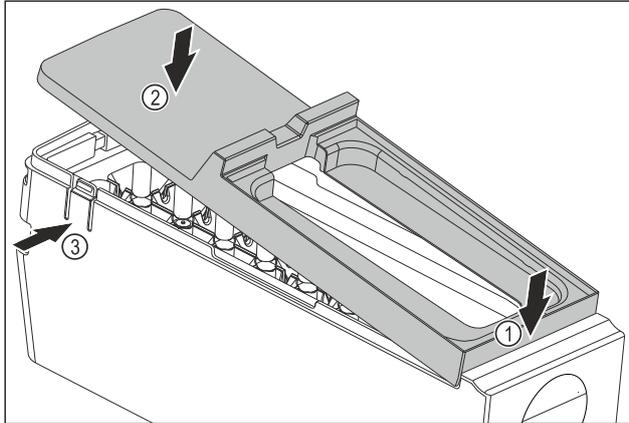

Fig. 82
- ▶ Abdeckung des EasyTwist-Ice-Korpus montieren: Abdeckung vorne ansetzen. Fig. 82 (1)
- ▶ Abdeckung hinten absenken. Fig. 82 (2)
- ▷ Abdeckung rastet hörbar in beiden Laschen Fig. 82 (3) ein.